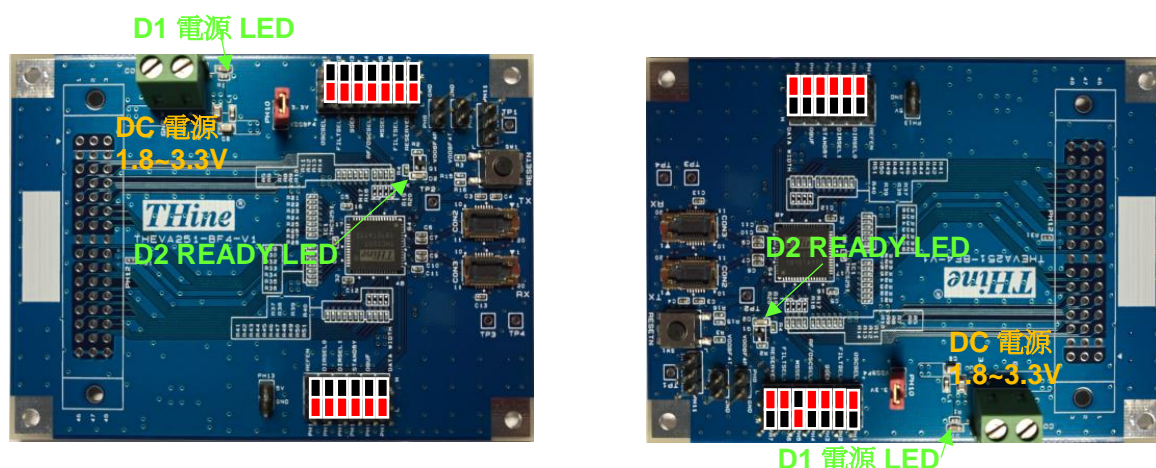

図 3 クイックスタート端子設定
1.3.1 図 3 のようなジャンパピンの設定をされたマスターボードとスレーブボード同士を BF4MC-6GTXRX シリーズのプラグハーネスで接続します。